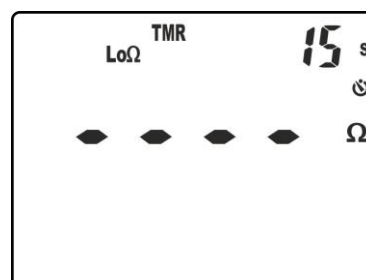

Fig. 30: Configuration du temps de mesure en mode TMR
5. Cliquer sur les touches **▼/⚡** ou **▲/ZERO** pour configurer le temps de mesure (Timer) dans l'échelle : **1s à 30s**. Noter la valeur à droite de l'écran (voir Fig. 30)